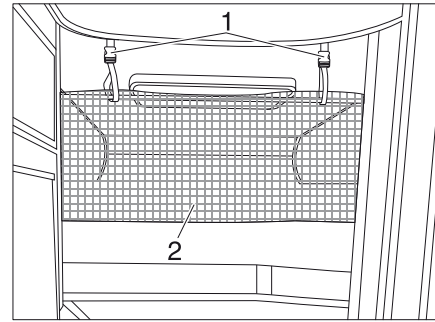

Bild 170 Skyddsnet
Skyddsnetet (Bild 170,2) är standard. Det ligger mellan madrassen och ribbotten. Skyddsnetet ska först monteras när personen som ska sova där befinner sig i sängen.
- Haka fast fästbanden (Bild 170,1) i hållarna i taket.
Skyddsnätet (Bild 170,2) ligger standardmässigt mellan madrassen och ribbotten. Skyddsnätet ska först monteras när personen som ska sova där befinner sig i sängen.